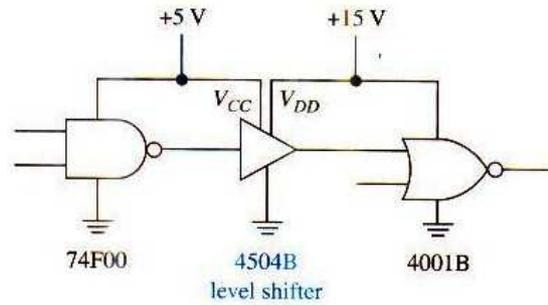

Figura 18: Conversor de nível de tensão de TTL 0-V/5-V para CMOS 0-V/15-V.
- iii) **Solução 3:** Outra solução é usar pastilhas conversoras de níveis de tensão com o 4504B – ver figura 18. Este CI CMOS foi projetado para receber tensões mais baixas de entrada (de um dispositivo TTL) e converte-la para tensão mais elevada de saída para CMOS.